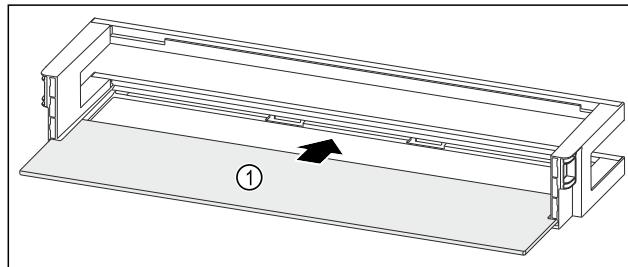

Fig. 85 Дверная полка со съемной полкой
- Вдвиньте съемную полку Fig. 85 (1) в боковые пазы.